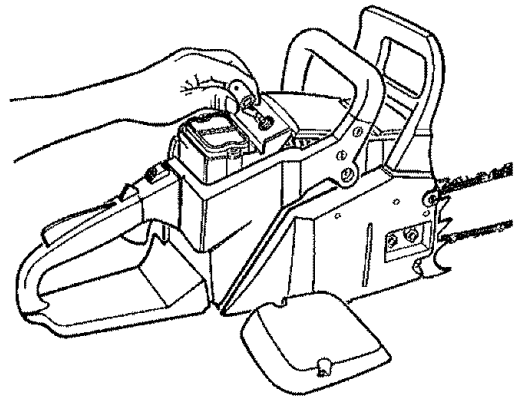

Fig. 35
2. Quite la tapa superior. Desconecte el conector del cable de la bujía tirando y girando a la vez (Fig. 35).